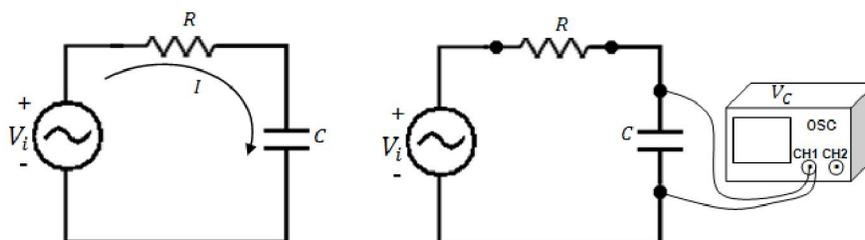

Figura 7.4. Circuito resistivo-capacitivo serie
a).- Construya el circuito de la figura 7.4, con $V_i = 5 \text{ sen}(\omega t)$ de frecuencia $f = 1 \text{ KHz}$ y seleccione la resistencia que este dentro del rango de $2\text{K}\Omega \leq R \leq 900\text{K}\Omega$. Mida el voltaje de cada componente del circuito y llene la tabla 7.8.